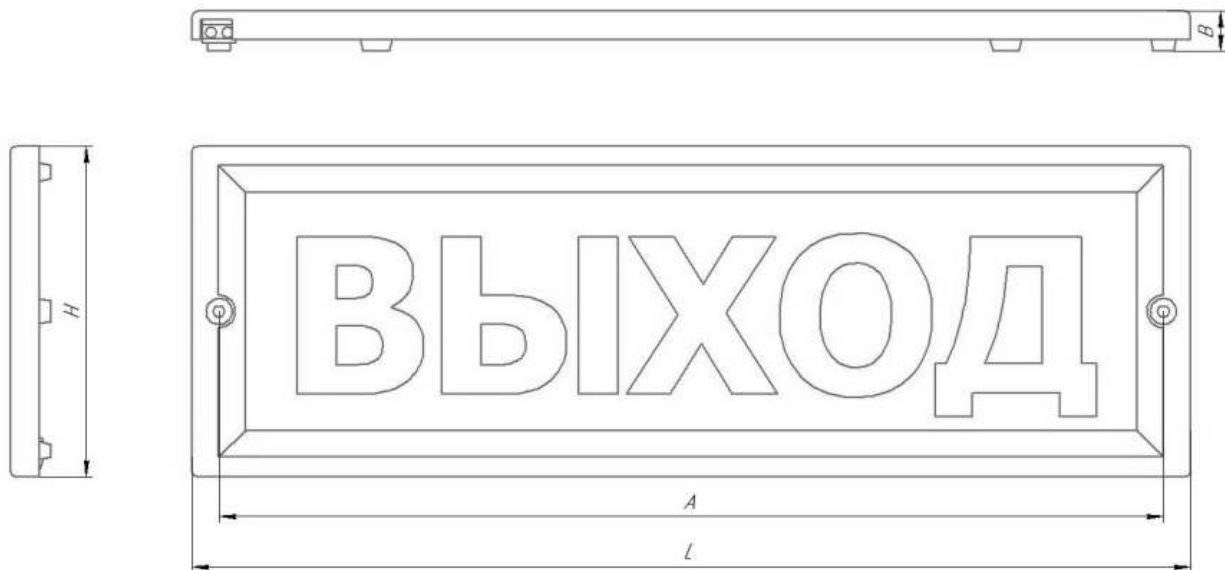

Рисунок 1 - Внешний вид указателя
3.1 Общий вид указателя и информационного знака приведены в приложении А, рисунок 1 и 2 соответственно.